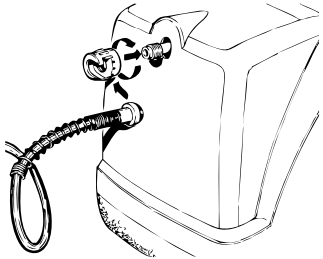

FIGURA 9.2 - DETALHE DO ENCAIXE DA MANGUEIRA E PORCA COM O COMPRESSOR
- Conecte a mangueira ao compressor a ser utilizado (Figura 9.2).
Nota: Antes de utilizar a pistola com recipiente, leia os capítulos seguintes. Para conectar a pistola à mangueira, basta um leve aperto na porca (Figura 9.2)